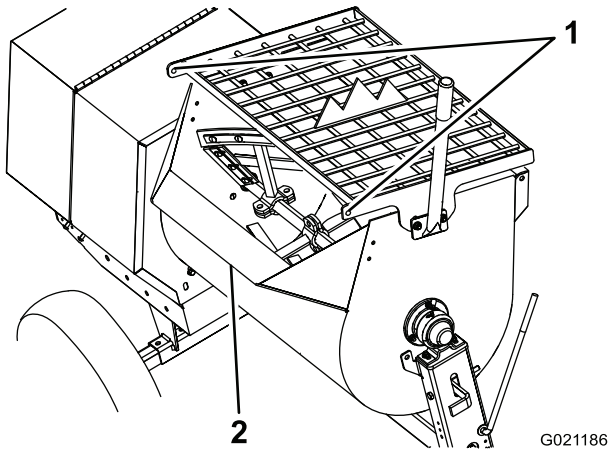

Figura 2
1. Coloque el protector estacionario encima del tambor con los taladros de giro en el lado derecho, cerca del conducto (Figura 2).